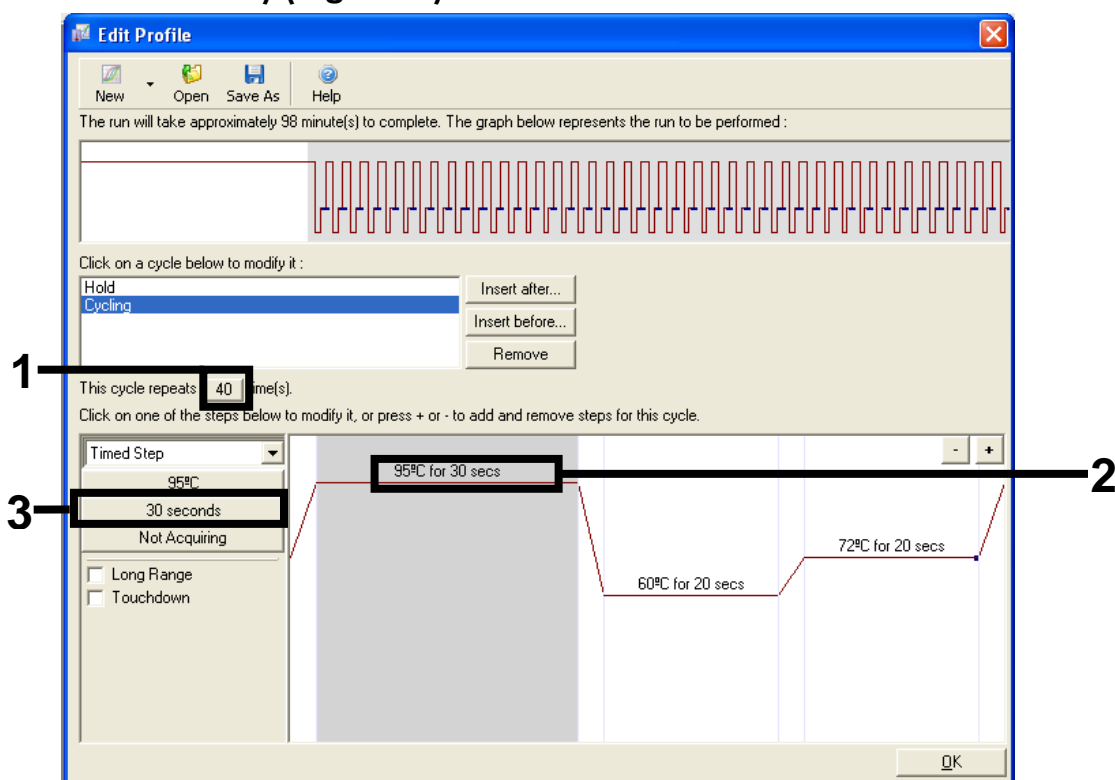

Figure 6. Étape du cycle à 95 °C.
9. Régler le nombre de répétitions de cycles sur 40. Sélectionner la première étape et régler sur 95°C for 30 secs (95 °C pour 30 secondes) (Figure 6).